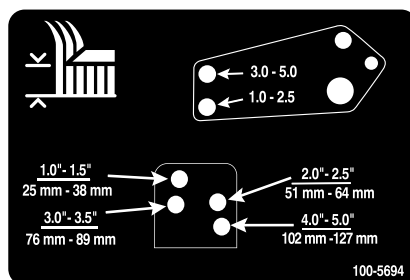

Figure 31
- Alignez les trous de la biellette d'amortisseur et ceux du support de hauteur de coupe sélectionnés dans le cadre du plateau de coupe, puis insérez les axes de chape et posez les goupilles fendues (Figure 31).